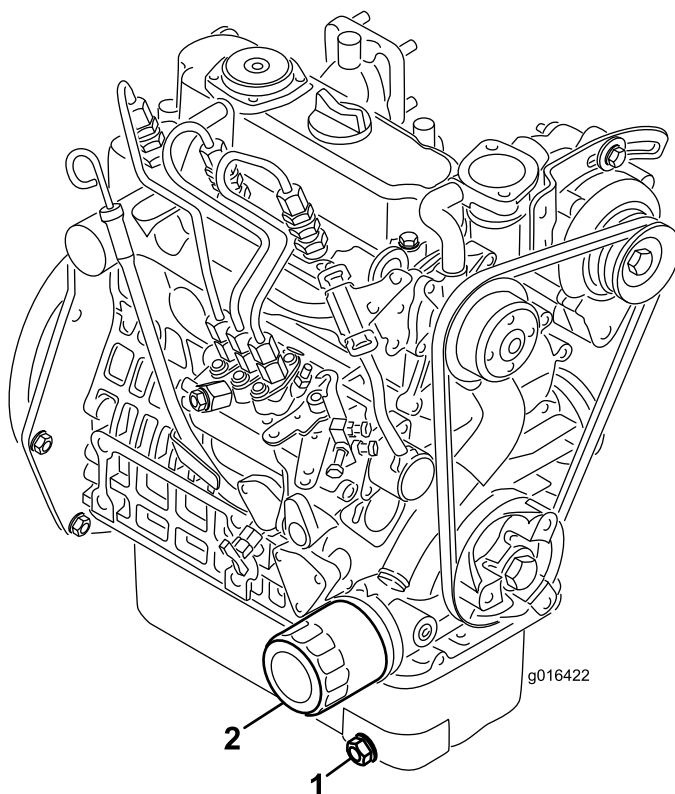

Figura 33
1. Retire o tampo de escoamento (Figura 33) e deixe o óleo escorrer para um recipiente